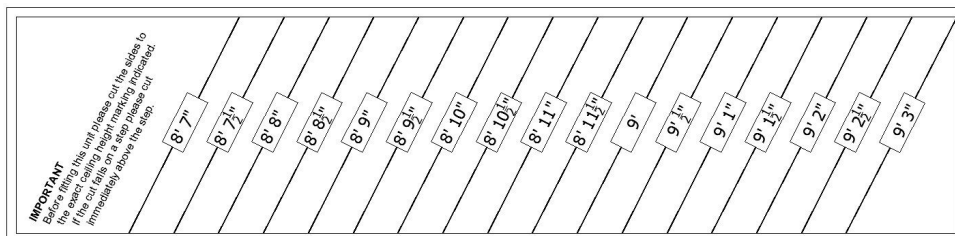

Abb. 1.
1. Bitte beachten Sie die Messkurve an der Seite der Leiter Ihrer elektrischen Skylark Bodentreppe (siehe Abb. 1). Diese gibt die minimale und maximale Höhe an, die Ihre elektrische Skylark Bodentreppe erreicht. Falls Ihre Leiter nach Großbritannien geliefert wird, befindet sich diese Grafik nicht auf Ihrer Leiter und ist bereits vorgeschritten.